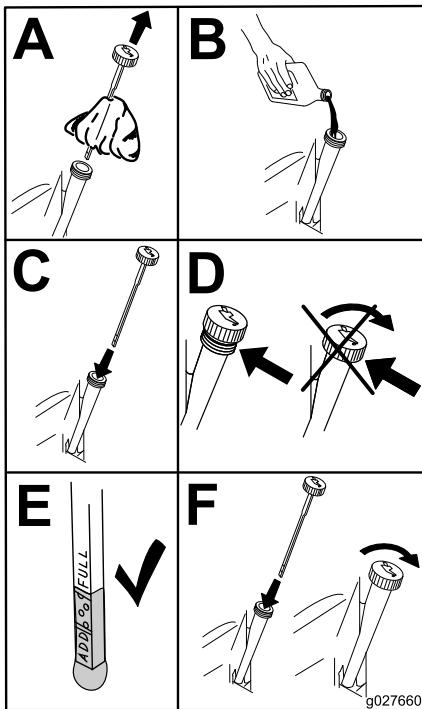

Bild 49
5. Gießen Sie langsam ungefähr 80 % der angegebenen Ölsorte in den Einfüllstutzen und füllen Sie dann vorsichtig mehr Öl ein, um den Ölstand an die **Voll-Markierung** zu bringen (Bild 49).